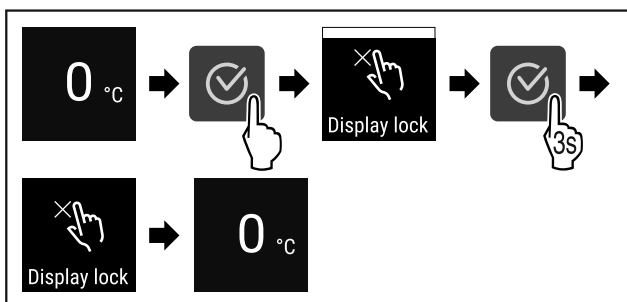

Fig. 77
- ▶ Eseguire i passi (vedere Fig. 77).